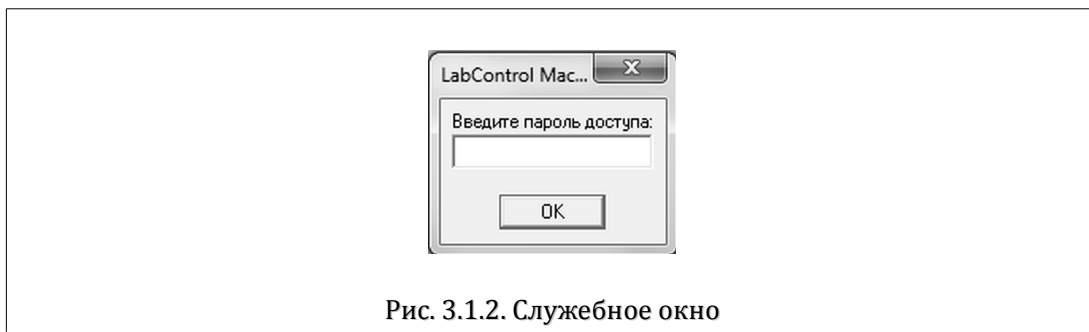

Рис. 3.1.2. Служебное окно
- в появившемся служебном окне (Рис. 3.1.2) нажмите «ОК». Это приведет к правильному выключению Управляющей станции;